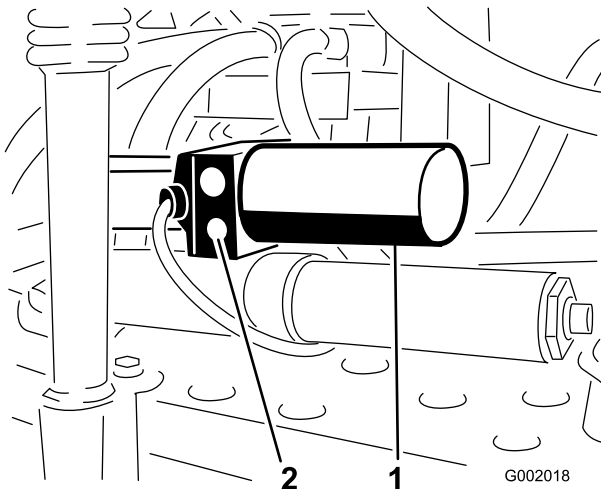

Figura 74
1. Localice la válvula de alivio manual en el actuador de cada brazo. La válvula de alivio manual es la válvula más pequeña, y se encuentra solamente en un lado del cuerpo del actuador (Figura 74).